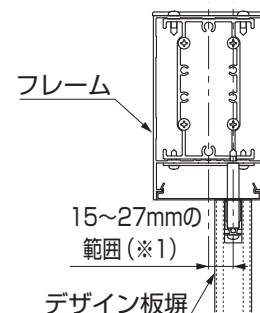

図2-8 デザイン板塀の場合
- 取付箇所B (※2) は、65mm以内の範囲に化粧樋端部がくるように取付けてください。(図2-8参照)